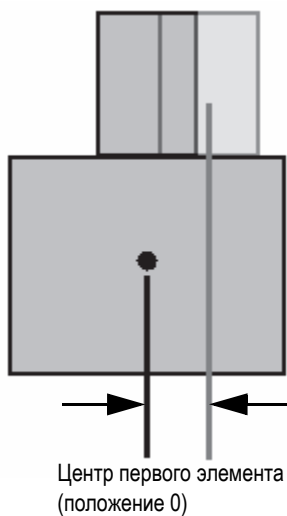

Рис. 4-8 Вторичное смещение
- e) Выберите **Вторичное смещение** и введите 0, чтобы показать, что датчик сцентрирован на призме на вторичной оси. Если датчик не сцентрирован на призме, введите нужное значение (Рис. 4-8 на стр. 103).